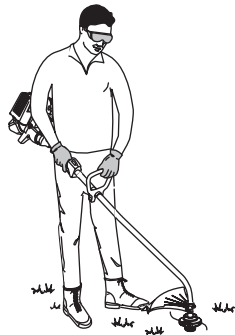

Fig. 11
5. Mientras sostiene la unidad en posición de operación (Fig. 11), coloque la manija en D en la posición que le brinde el mejor agarre.
Antes de operar esta unidad, párese en posición de operación (Fig. 11). Verifique lo siguiente: